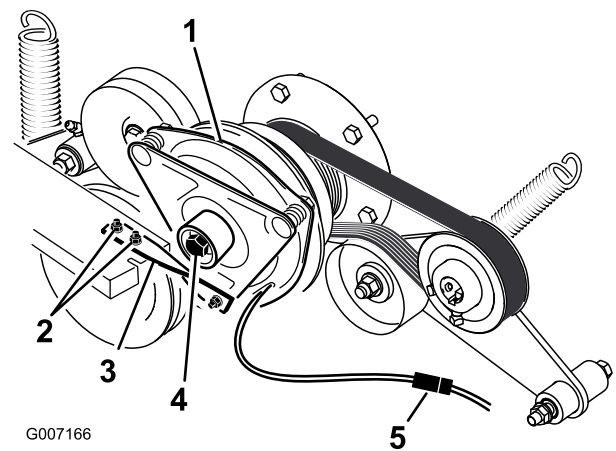

Figure 62
5. Débranchez la connexion électrique de l'embrayage (Figure 62).
6. Déposez les deux boulons qui fixent la barrette d'embrayage en caoutchouc au châssis du plateau de coupe (Figure 62).
7. Déposez le boulon central de fixation de l'embrayage à l'arbre du moteur, et déposez l'embrayage et la clavette (Figure 62).
14. Tout en maintenant le vilebrequin à l'arrière de la machine, posez le boulon central et serrez-le à 68 Nm (Figure 62).
15. Fixez la barrette caoutchouc de l'embrayage sur le châssis du plateau de coupe au moyen des deux boulons et écrous retirés précédemment (Figure 62).
17. Branchez la connexion électrique de l'embrayage (Figure 62).